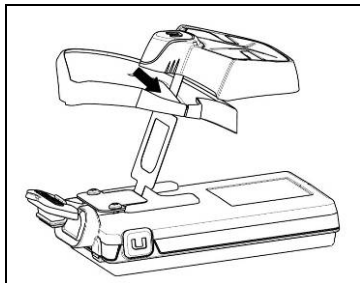

Fig. 4
- Plaats de kabel FLEX van het systeem ESS in de opening van de geselecteerde adapter zoals is aangeduid, in de richting die is aangeduid op de afbeelding. (Fig. 4);